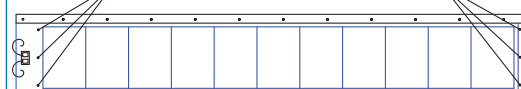

Рис. 6
### Укладка ТЕГОСОЛАР методом «наплавления» (рис. 6)
- Для крепежа L-профиля в панели сделайте 3 дополнительных отверстия (согласно рис. 6);